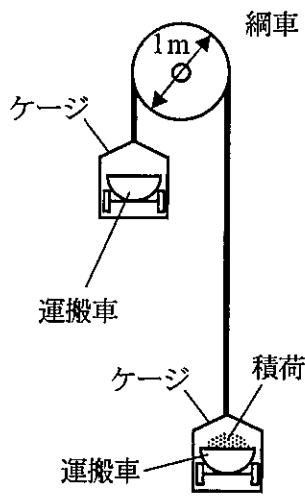

図2 平衡ケージ巻上機
(3) 図2に示す平衡ケージ巻上機の運転について考える。巻上機は、運搬車を搭載した2つのケージが1本のロープで綱車の左右に吊されている。吊されたロープは綱車の外縁で半径0.5mの円周に沿っており、綱車とロープの間に滑りは生じないものとする。綱車に接続された電動機を制御して綱車を回転させることでケージが上下動する。